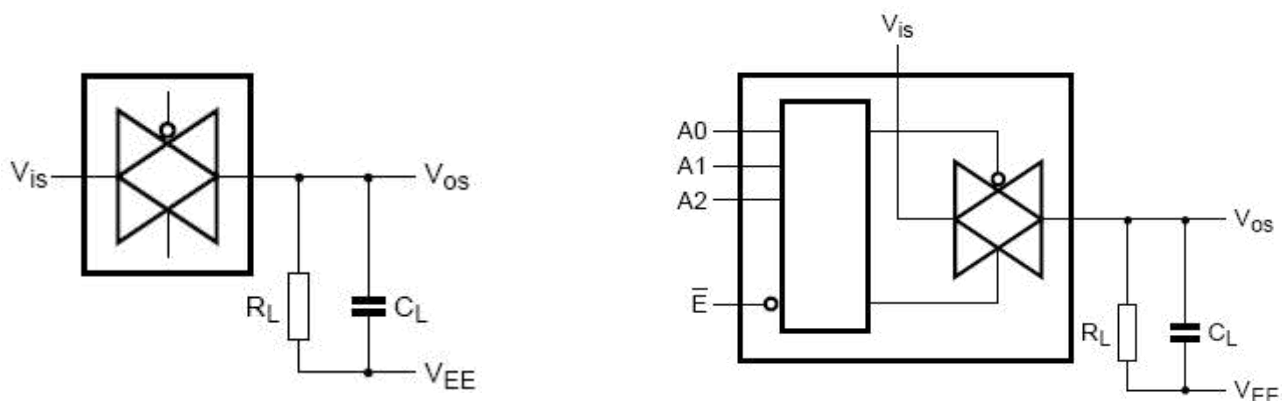

图 7、方波失真度、关断频率和导通频率测试图
- 2、 $R_L = 1\text{ k}\Omega$; $C_L = 5\text{ pF}$, 通道关断, $20\log V_{os}/V_{is} = -50\text{ dB}$, 见图 7
- 3、 $R_L = 1\text{ k}\Omega$; $C_L = 5\text{ pF}$, 通道开, $20\log V_{os}/V_{is} = -3\text{ dB}$, 见图 7